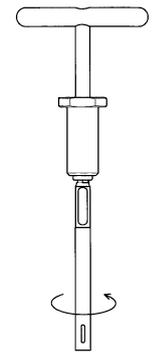

図5
- Tハンドル(S)を接続した摘出ボルトを埋没スクリューに押し当てながら左回転させ、スクリューに噛み合わせます。そのまま左回転させてスクリューを抜去します。(図5)